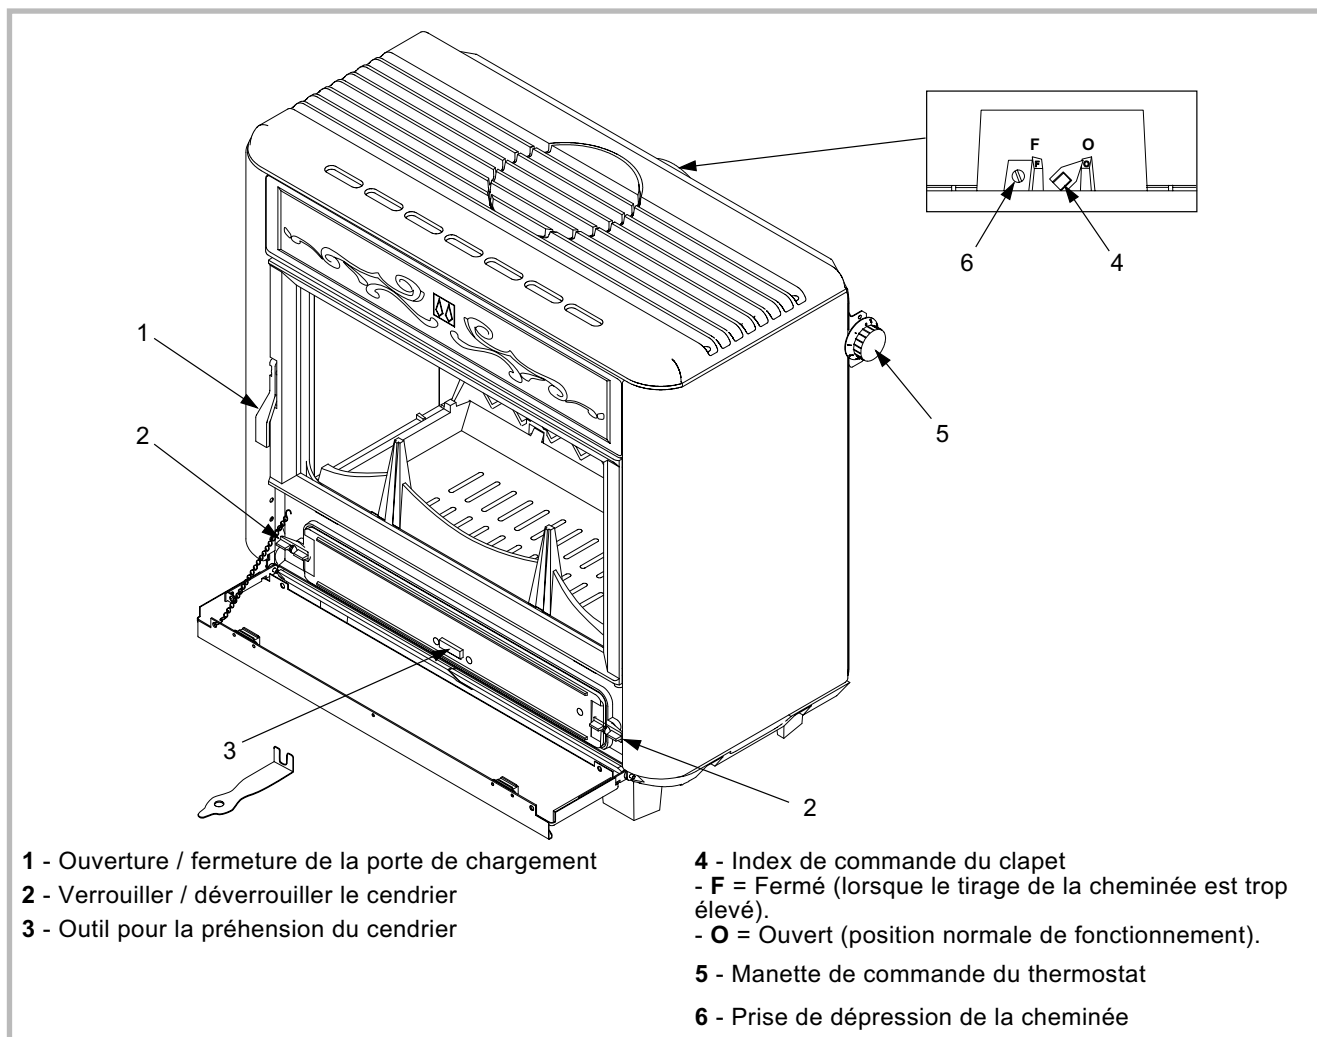

Figure 7 - Organes de manoeuvre
- Après installation de l'appareil, vérifier le tirage de la cheminée. Ôter préalablement la vis, (# 6, fig. 7).
- Vérifier que le clapet de tirage est ouvert (# 4, fig. 7).
Remarque : Lorsque le tirage de la cheminée est excessif, positionner l'index de commande du clapet sur **F** ou sur une position intermédiaire (# 4, fig. 7).